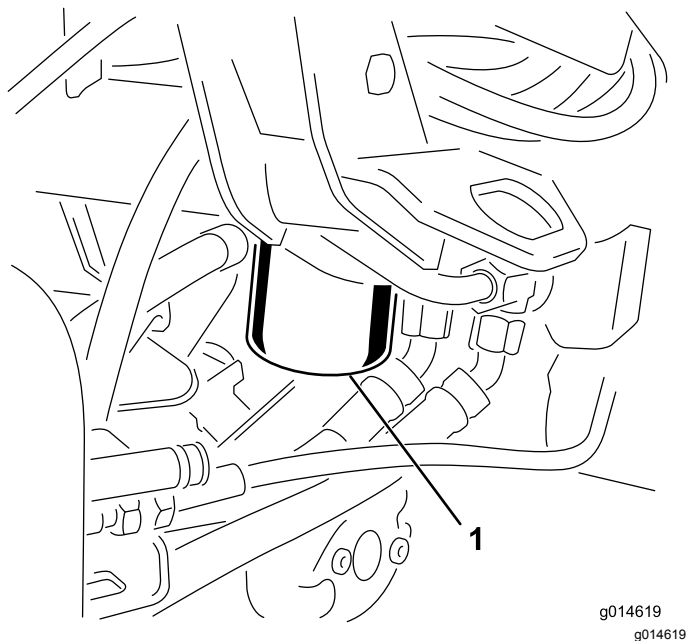

Figura 42
1. Pulite la superficie circostante il filtro (Figura 42). Collocate una bacinella di spurgo sotto il filtro e togliete il filtro.